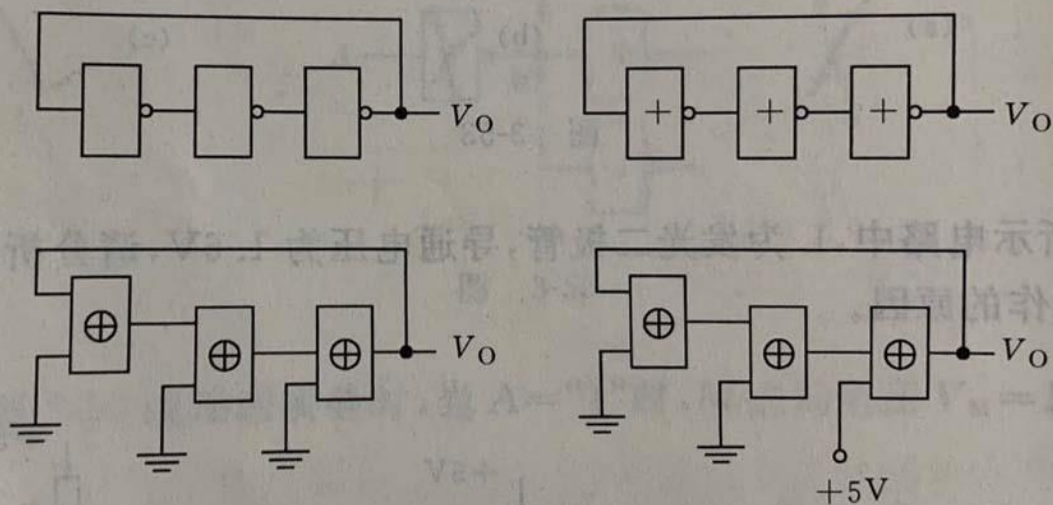

图 3-57
3.15 分析由基本门组成的电路如图 3-57 所示,指出产生 CP 脉冲的电路。